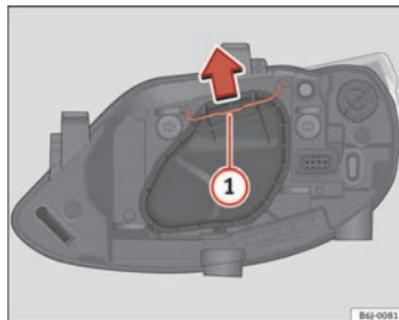

Fig. 155 Luz de cruce/carretera faro simple
- Desplace el tirante ⇒ fig. 155 ① en el sentido de la flecha y saque la tapa. ▶
- Desplace el tirante ① ⇒ fig. 155 en el sentido de la flecha y saque la tapa.